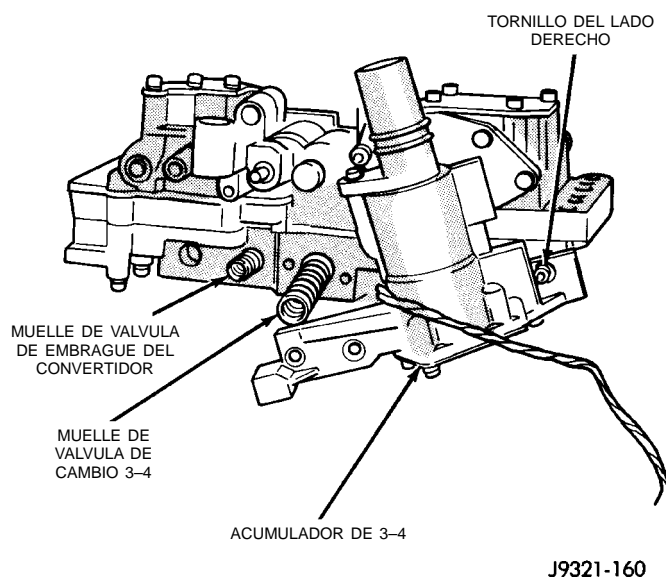

Fig. 90 Muelles de la válvula del embrague del convertidor y de cambio 3-4
- (1) Coloque los muelles de la válvula del embrague del convertidor y la válvula de cambio 3-4 en la caja (Fig. 90).
- (2) Sujete con holgura la caja del acumulador con el tornillo del lado derecho (Fig. 90). Instale únicamente un tornillo en este momento ya que el acumu-